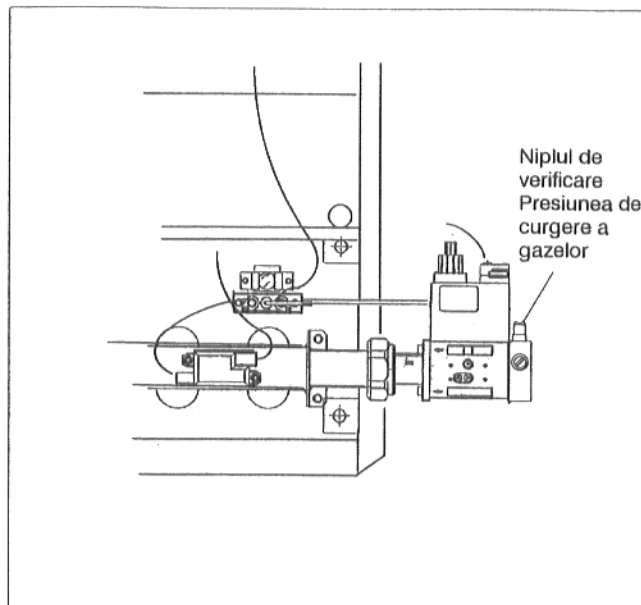

Fig. 5: Vedere laterală
- Desfaceți șuruburile de închidere de la niplul de verificare a presiunii de curgere a gazelor (Fig. 5).